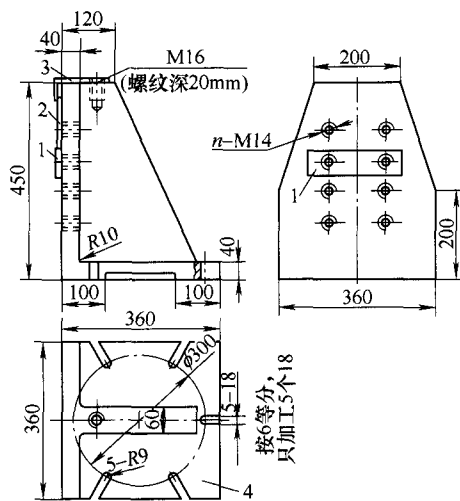

图2 定位弯板
(1) 设计思路 按照现有结构,把旧滚齿机的传动丝杠拆下,再把旋转的工作台用压板固定。设计的专用工装固定在工作台,压紧板固定在工装上,成形铣刀进给一次加工完成。
(2) 专用工装分析 由于铣齿时切削力大,工装的承载力大,为了防止振刀,我们设计了带筋专用定位弯板(见图2)。